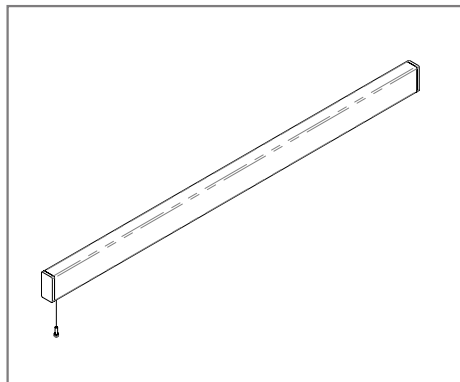

Figura 1
- Allentare la vite di finecorsa dal tubolare principale [Figura 1].